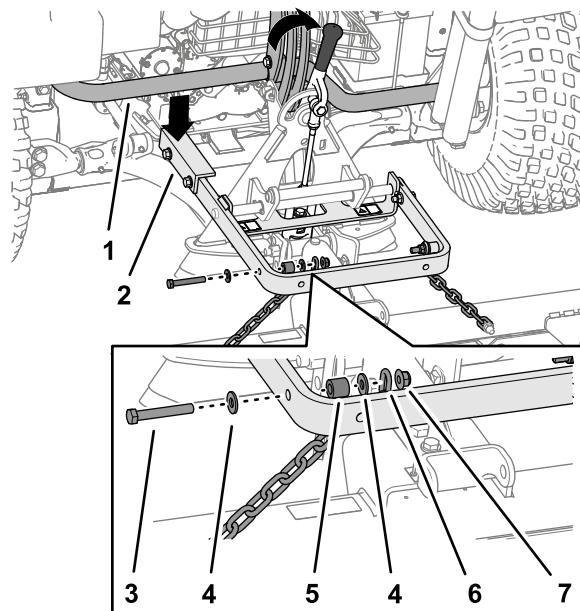

図 6
重要 昇降アームアセンブリの長いアームが、トラクションユニットの後フレームアセンブリの下に来るのが正しい位置です **図 6**。
アタッチメントアダプタを動かす時には、必ずアダプタの後部についているハンドルを使うこと **図 6**。
5. 各チェーンの一番上のリンクを、昇降アームの外側に取り付けるボルト $\frac{3}{8}$ x 2 $\frac{1}{2}$ "、ワッシャ $\frac{3}{8}$ x $\frac{7}{8}$ "2枚、スペーサ、ロックナット $\frac{3}{8}$ "を使用 **図 6**を参照。